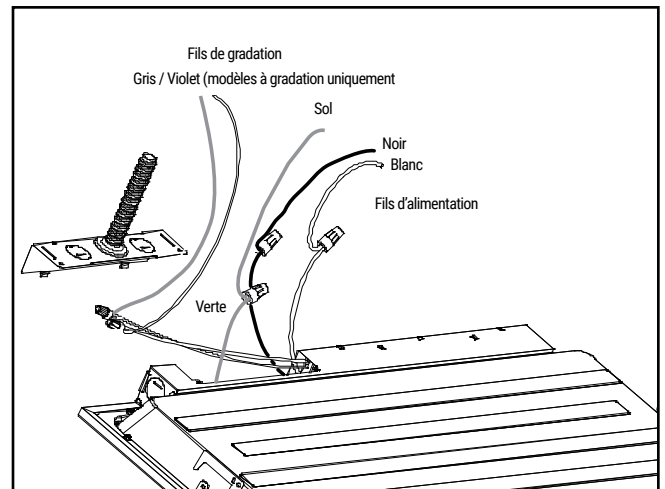

Figure 4.
7. Utilisez une ouverture défonçable pour amener le fil d'alimentation. À l'aide des écrous de fil - (3 pièces 14 AWG et 2 pièces 8 AWG), fixez le fil de terre avec le fil de terre d'alimentation, le fil noir au fil d'alimentation noir et le fil blanc (commun) au fil d'alimentation blanc (Fig. 4)